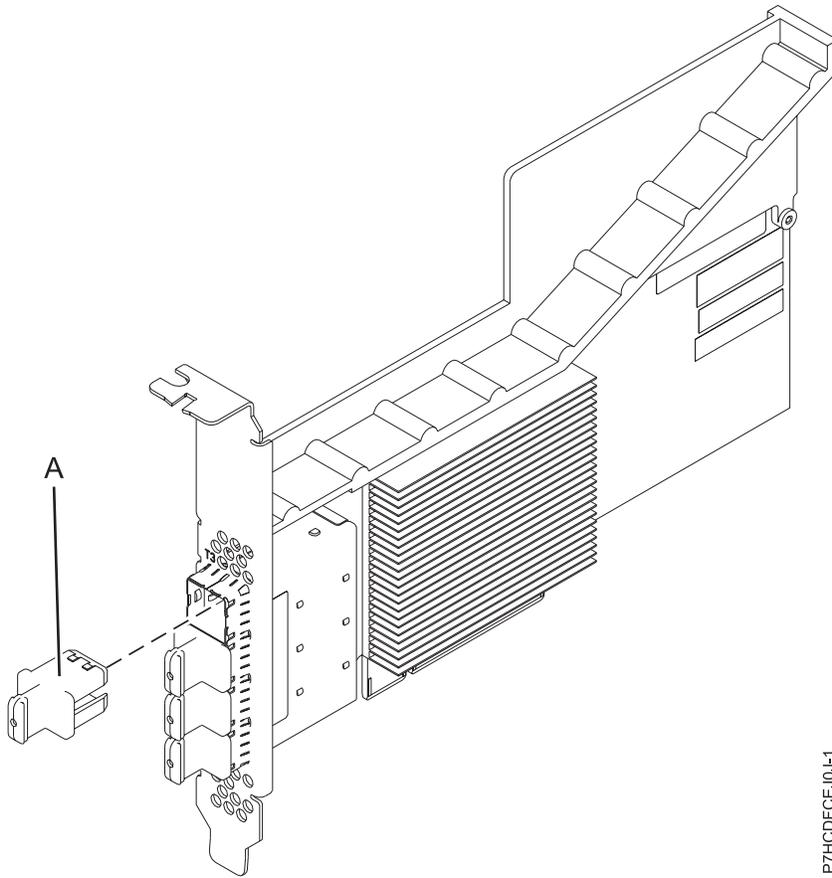

Figura 27. Adaptador de puerto SAS PCIe3 4 x8
El adaptador PCIe3 de 4 puertos x8 SAS es un adaptador PCI Express (PCIe) de generación 3, RAID SAS que tiene un formato corto y altura reducida, pero está empaquetado para una instalación de altura completa. El adaptador se utiliza en aplicaciones SAS (SCSI con conexión en serie) de alto rendimiento y alta densidad. Admite la conexión de unidades de DVD o de cinta SAS mediante cuatro conectores mini-SAS de alta densidad (HD) x4 que permiten utilizar enlaces físicos en diversas configuraciones de puerto estrecho y ancho. La conexión de cinta SAS sólo está soportada en una configuración de un solo adaptador y no puede combinarse con discos SAS en el mismo adaptador. El adaptador no tiene memoria caché de escritura. La Figura 27 en la página 73 muestra el adaptador PCIe3 de 4 puertos x8 SAS.
La Figura 27 en la página 73 muestra el adaptador. El conector (A) está instalado en un puerto vacío y evita daños en dicho puerto cuando se conecta o retira un cable de los conectores de puerto adyacentes.